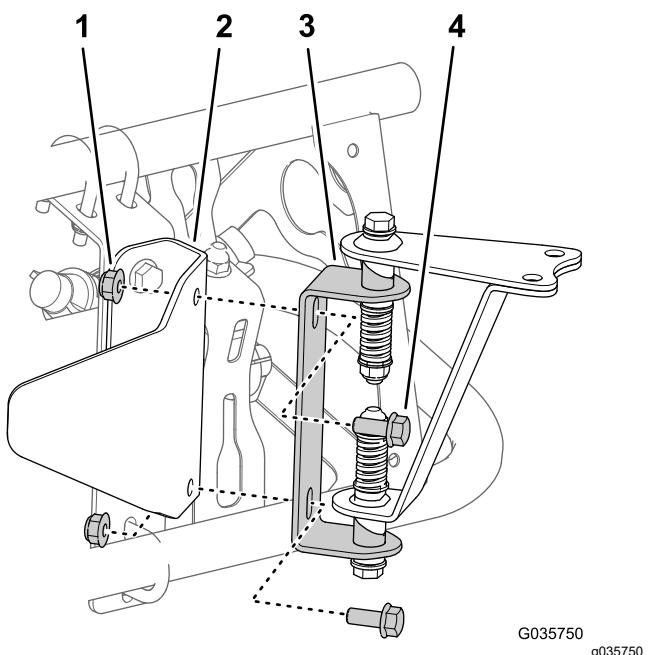
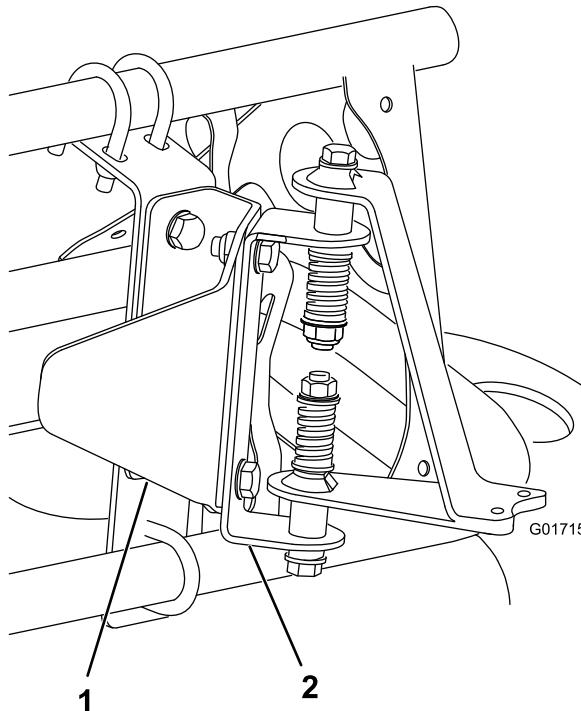

Figura 17
Figura 18
3. Instale los herrajes de montaje del sensor en el soporte del protector del sensor con 2 pernos ($5/16'' \times \frac{3}{4}''$) y 2 contratuerca ($5/16''$) según se muestra en Figura 17 (brazo abierto) o Figura 18 (brazo cubierto).